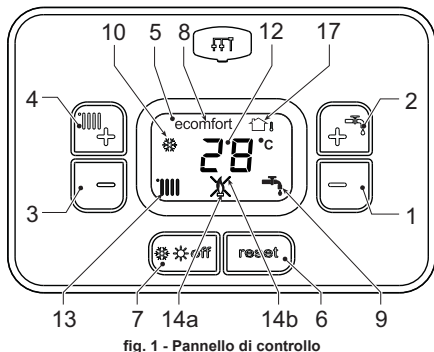
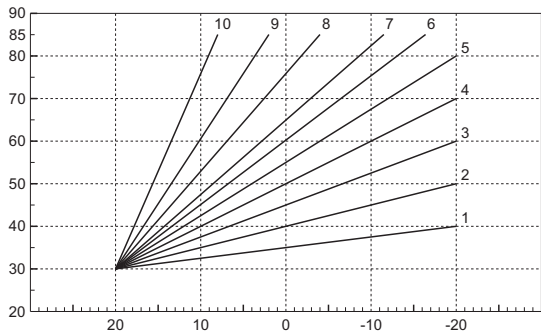
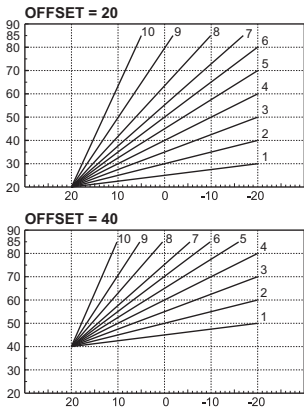

fig. 1 - Pannello di controllo
fig. 13 - Curve di compensazione
fig. 14 - Esempio di spostamento parallelo delle curve di compensazione
1.2.1 Legenda pannello fig. 1
Il display (part. 12 - fig. 1) visualizza l'attuale temperatura della mandata riscaldamento e durante il tempo di attesa riscaldamento la scritta "d2".
Il display (part. 12 - fig. 1) visualizza l'attuale temperatura d'uscita dell'acqua calda sanitaria e durante il tempo di attesa sanitario la scritta "d1".
La richiesta Comfort (ripristino della temperatura interna della caldaia), è indicata dal lampeggio del simbolo **Comfort**. Il display (part. 12 - fig. 1) visualizza l'attuale temperatura dell'acqua contenuta in caldaia.
In caso di anomalia (vedi cap. 3.4) il display visualizza il codice di guasto (part. 12 - fig. 1) e durante i tempi di attesa di sicurezza le scritte "d3" e "d4".
Per spegnere la caldaia, premere ripetutamente il tasto **inverno/estate/off** (part. 7 - fig. 1) fino a visualizzare i trattini sul display.
Quando la caldaia viene spenta, la scheda elettronica è ancora alimentata elettricamente. È disabilitato il funzionamento sanitario e riscaldamento. Rimane attivo il sistema antigelo. Per riaccendere la caldaia, premere nuovamente il tasto **inverno/estate/off** (part. 7 - fig. 1).
Premere il tasto **inverno/Estate/off** (part. 7 - fig. 1) fino alla scomparsa dell'icona **inverno** (part. 10 - fig. 1): la caldaia erogherà solo acqua sanitaria. Rimane attivo il sistema antigelo.
Per riattivare la modalità Inverno, premere 2 volte il tasto **inverno/Estate/off** (part. 7 - fig. 1).
Agire sui tasti riscaldamento (part. 3 e 4 - fig. 1) per variare la temperatura da un minimo di 20°C ad un massimo di 80°C.
Agire sui tasti sanitario (part. 1 e 2 - fig. 1) per variare la temperatura da un minimo di 40°C ad un massimo di 55°C.
Il dispositivo può essere disattivato dall'utente (modalità **ECO**) premendo, il tasto **inverno/estate/off** (part. 7 - fig. 1) per 5 secondi. In modalità **ECO** il display attiva il simbolo **ECO** (part. 12 - fig. 1). Per attivare la modalità **COMFORT** premere nuovamente il tasto **inverno/estate/off** (part. 7 - fig. 1) per 5 secondi.
Con regolazione a "Temperatura Scorrevole", la temperatura impostata attraverso i tasti riscaldamento (part. 3 e 4 - fig. 1) diviene la massima temperatura di mandata impianto. Si consiglia di impostare al valore massimo per permettere al sistema di regolare in tutto il campo utile di funzionamento.
Premendo il tasto **reset** (part. 6 - fig. 1) per 5 secondi si accede al menù "Temperatura scorrevole"; viene visualizzato "CU" lampeggiante.
Agire sui tasti sanitario (part. 1 - fig. 1) per regolare la curva desiderata da 1 a 10 secondo la caratteristica (fig. 13). Regolando la curva a 0, la regolazione a temperatura scorrevole risulta disabilitata.
Premendo i tasti riscaldamento (part. 3 - fig. 1) si accede allo spostamento parallelo delle curve; viene visualizzato "OF" lampeggiante. Agire sui tasti sanitario (part. 1 - fig. 1) per regolare lo spostamento parallelo delle curve secondo la caratteristica (fig. 14).
Premendo i tasti riscaldamento (part. 3 - fig. 1) si accede al menu "spegnimento per temperatura esterna"; viene visualizzato "SH" lampeggiante. Agire sui tasti sanitario (part. 1 - fig. 1) per regolare la temperatura esterna di spegnimento. Se impostato a 0 la funzione è disabilitata, il range varia da 1 a 40°C. L'accensione avviene quando la temperatura della sonda esterna è più bassa di 2°C a quella impostata.
Premendo nuovamente il tasto **reset** (part. 6 - fig. 1) per 5 secondi si esce dal menù "Temperatura Scorrevole".